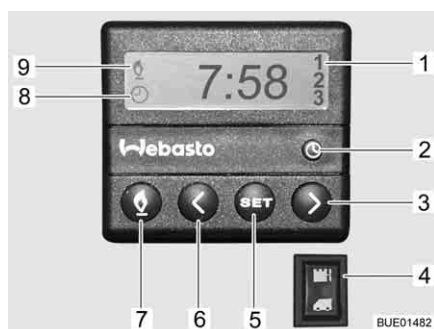

Fig. 100 Centralina di controllo per riscaldamento fisso
- Premere il tasto (Fig. 100,7). Il funzionamento del riscaldamento viene indicato con il simbolo (Fig. 100,9). La ventola viene inserita solo quando la temperatura dell'acqua di raffreddamento è pari a 30 °C.
- Premere il tasto (Fig. 100,7). Il simbolo (Fig. 100,9) si spegne.
- Premere l'interruttore (Fig. 100,4) in alto. Il motore viene preriscaldato. La ventola viene inserita immediatamente.
- Premere l'interruttore (Fig. 100,4) in basso. Il motore rimane freddo.
- Premere il tasto (Fig. 100,2). L'impostazione dell'ora viene indicata con il simbolo (Fig. 100,8).
- Impostare l'ora con i tasti (Fig. 100,3 e 6).
- Premere il tasto (Fig. 100,5).
- Impostare l'orario di accensione con i tasti (Fig. 100,3 e 6) entro 10 secondi.
- Premere il tasto (Fig. 100,5) fino a che nel display (Fig. 100,1) non appare il numero di programmazione desiderato.